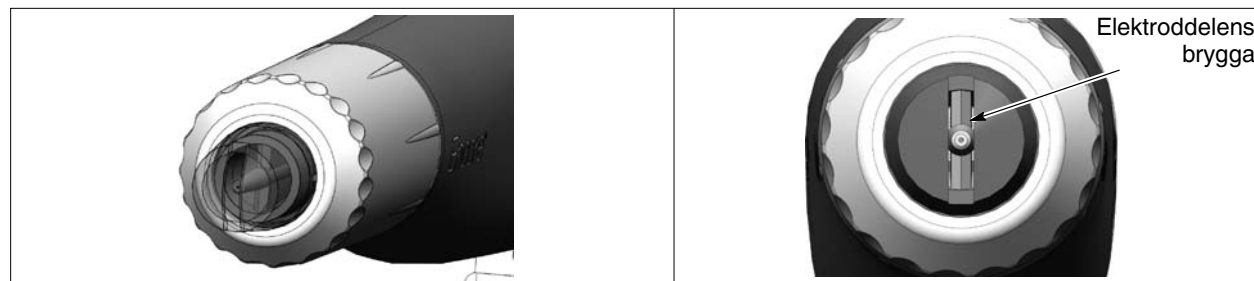

Bild 4-5 Korrekt munstyckesorientering
4. Se bild 4-5. Sätt på ett nytt munstycke på elektroddelen. Munstycket är nycklat tillsammans med elektroddelen. Böj inte elektroden.